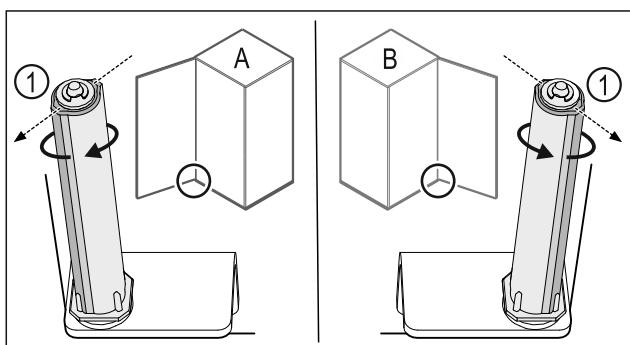

Fig. 29 Розкриття ліворуч (A) / Розкриття праворуч (B)
- ▶ Систему закриття повернати проти опору доки перемичка системи закриття Fig. 29 (1) не показуватиме назовні.